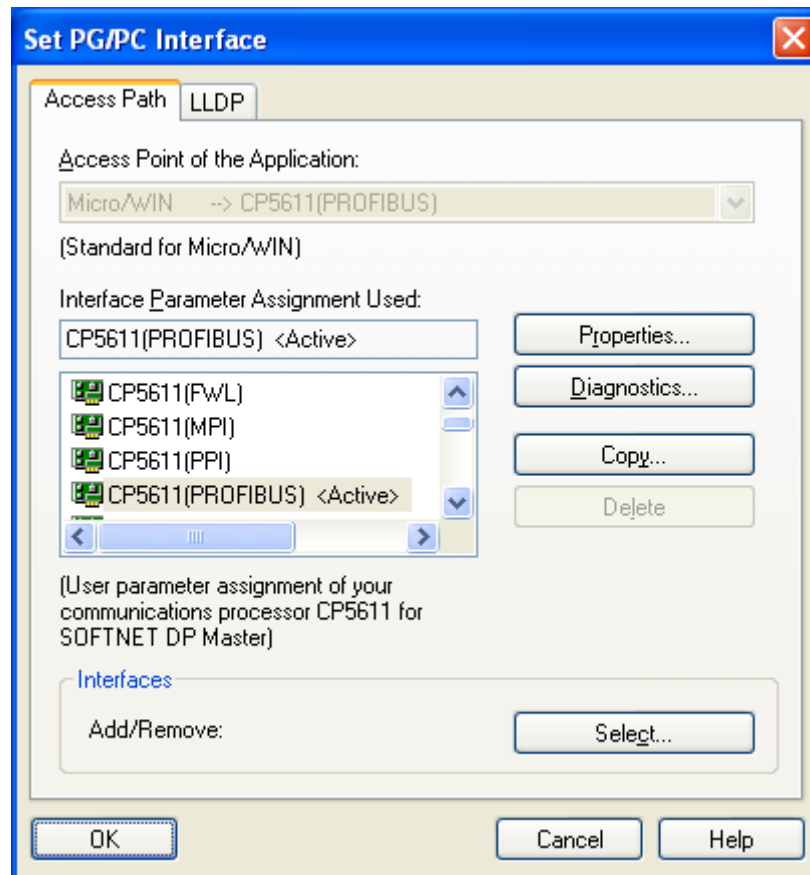

图 17
2. 点击“设置 PG/PC 接口”设定通讯参数，如图 17 选择“CP5611 (PROFIBUS)”方式，通过 EM277 访问 200CPU，该接口参数分配方式不影响 OPC Server 与 S7-200 的通讯功能